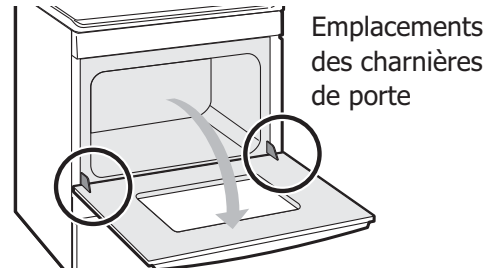

Figure 28 : Emplacement des charnières de porte
1. Ouvrir complètement la porte du four, parallèle au plancher (voir Figure 28).
3. Ouvrir complètement la porte du four, parallèle au plancher (voir Figure 28).